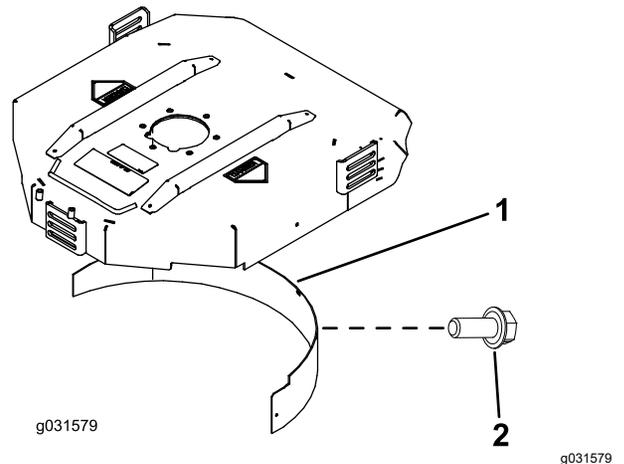

图 21
2. 将碎草隔板装入后开口内并使用 5 个凸缘头螺栓进行固定 (图 21)。